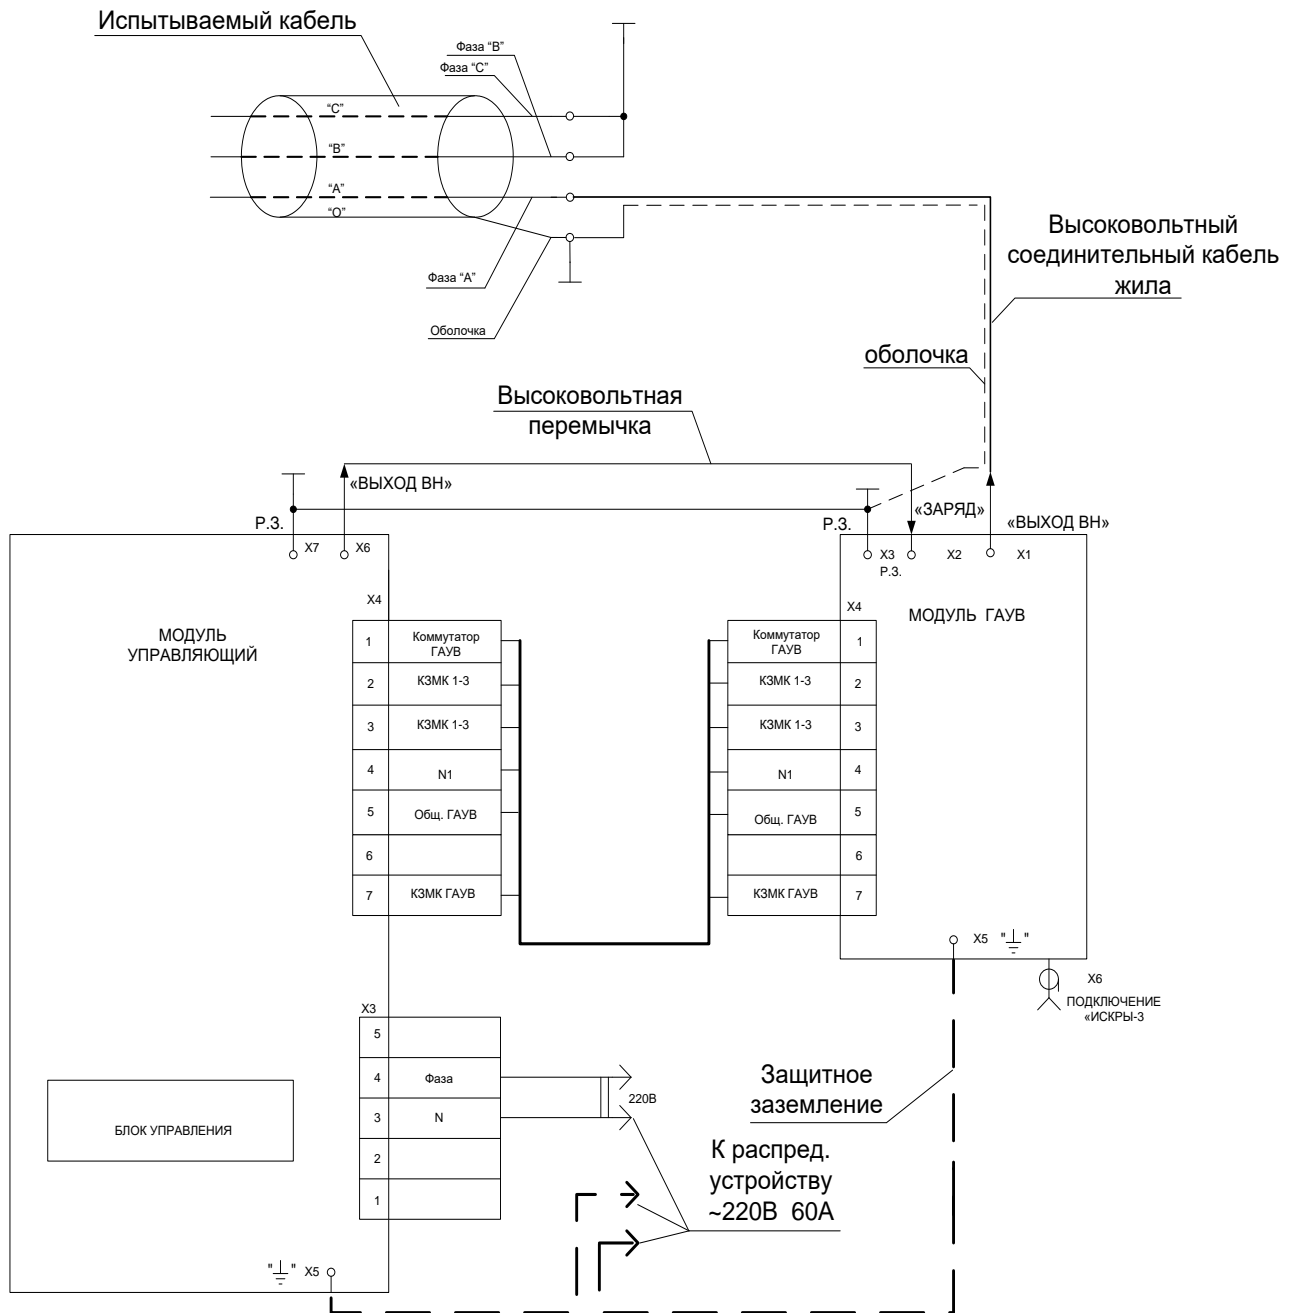

Рис. 1.
6.1.3. Оболочку испытуемого кабеля соединить с клеммой рабочего заземления (Р.З.) на МОДУЛЕ ГАУВ. Жилу испытуемого кабеля соединить с высоковольтным выводом «ВЫХОД ВН». Остальные жилы испытуемого кабеля заземлить (см. рис.1).